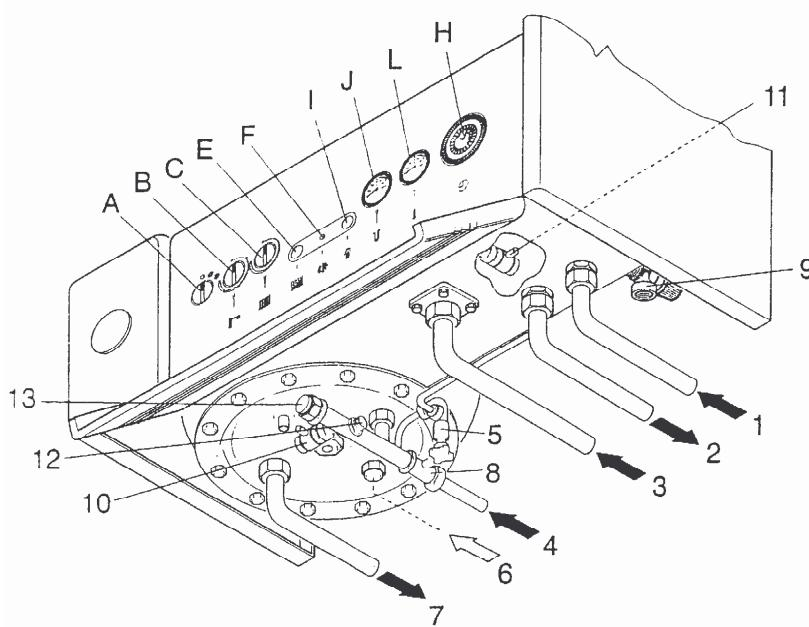

Fig. 5
- 3) L'impianto di riscaldamento centrale deve essere correttamente riempito d'acqua e verificare che il manometro "J" indichi una pressione di almeno 1 bar. Nessuno scorrimento d'acqua deve verificarsi attraverso l'orifizio di evacuazione della valvola di sicurezza (fig. 5).
ACCENSIONE DEL BRUCIATORE PRINCIPALE (Fig. 5)
- Controllare che la pressione idrica dell'impianto sia 1 bar (manometro **J**, Fig. 5).
Se l'impianto non è protetto con additivo antigelo, scaricare il circuito dell'impianto riscaldamento e della caldaia, nonché quello dell'acqua calda sanitaria del bollitore, attraverso gli appositi scarichi predisposti nella caldaia (vedi Fig. 5).
IMPORTANTE Se nella fase di accensione **del bruciatore l'apparecchio va in blocco** (accensione della spia luminosa **I**, Fig. 5), premere brevemente il pulsante luminoso **I**. Si avvierà così un nuovo ciclo automatico di accensione.
Pressione idrica dell'impianto (rif. J Fig. 5)
- Se a causa di un'elevata pressione idrica di rete, oppure di una scarsa espansione idrica nell'impianto stesso si potranno avere dei gocciolamenti della valvola di sicurezza sanitaria (Fig. 5), questo caso è opportuno far installare a monte dell'impianto idrico (lontano dalla caldaia) un riduttore di pressione e se necessario un vaso di espansione per acqua sanitaria; **quest'ultimo fornibile a richiesta nel kit specifico.**